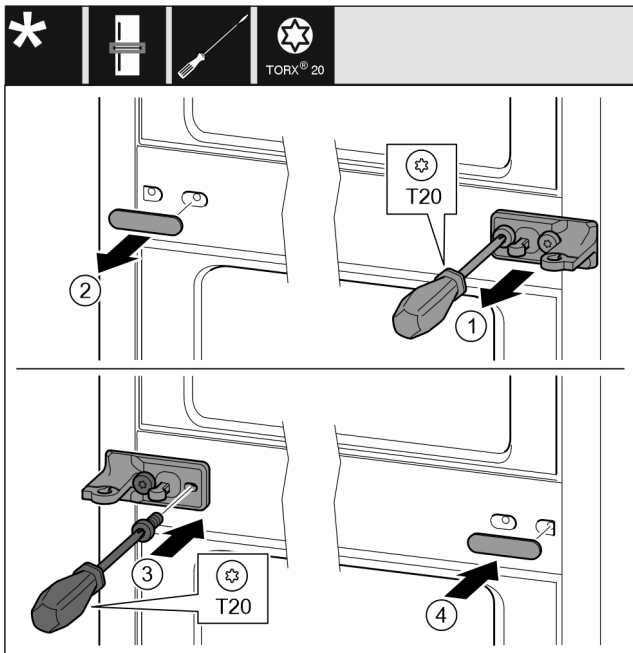

Fig. 11
- ▶ Scoateți șaiba. Fig. 11 (1)
- ▶ Extrageți prin rotire șuruburile cu șurubelnița T20. Fig. 11 (2)
- ▶ Desprindeți cu precauție apărațoarea. Fig. 11 (3)
- ▶ Înșurubați ferm pe cealaltă parte suportul de lagăr cu folie rotit cu 180°. Fig. 11 (4)
- ▶ Atașați pe cealaltă parte capacul rotit cu 180°. Fig. 11 (5)
- ▶ Montați șaiba din față. Fig. 11 (6)